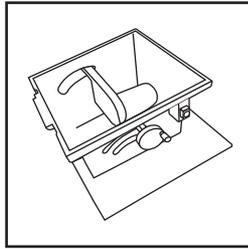

Fig. 2
- Capovolgere il corpo principale dell'utensile e posizionarlo su un banco da lavoro pulito, sicuro e stabile **(Fig. 2)**.